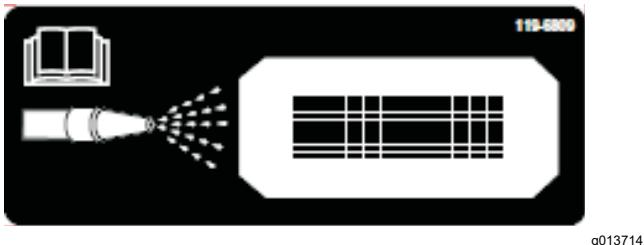
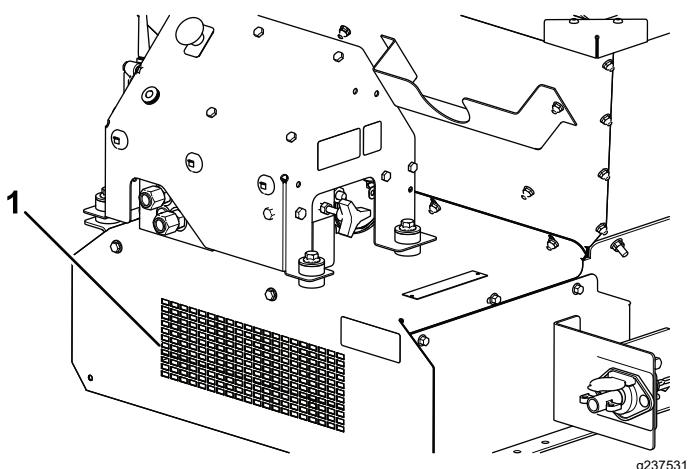

Figura 61
Figura 62
- Individuate sulla parte frontale della macchina l'adesivo di pulizia (Figura 61) e con un tubo da giardino spruzzate acqua attraverso la grata di protezione anteriore fino a quando la vaschetta risulta completamente pulita (Figura 62).